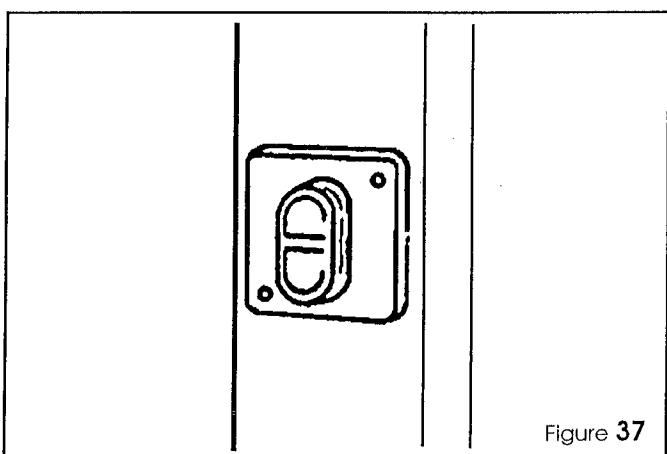

Figure 37
- pousser le bouton MARCHE situé sur l'interrupteur principal (Figure 37).
- "EIN"-Taste am Hauptschalter drücken (Figure 37).